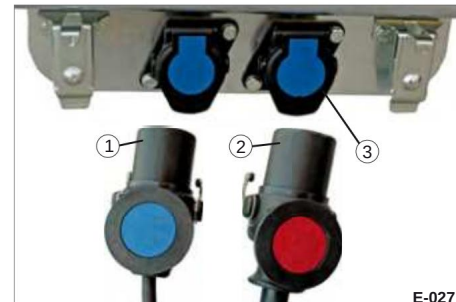

Fig. 10 Parkeringsposition på rørtrækstang
(fig. 10/3) - træk ikke i kablet.
• Tilslut elstikket (fig. 10/2) til traktoren.